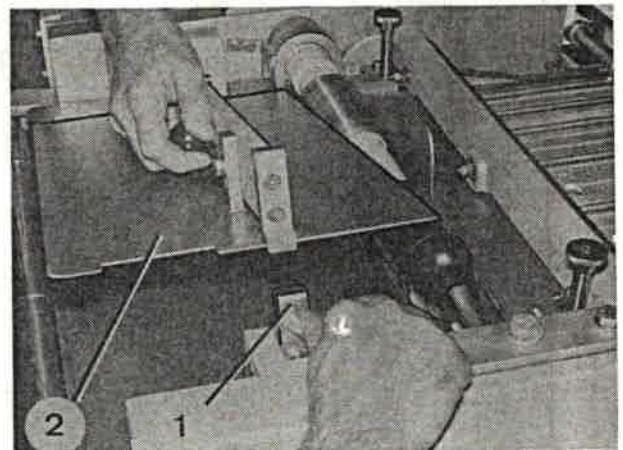

Bild 195
8. Bei Maschinen mit Tintendrucker Sperrklinke (Bild 195/1) zurückdrücken und Gegenlager (Bild 195/2) des Tintendruckers hochschwenken.